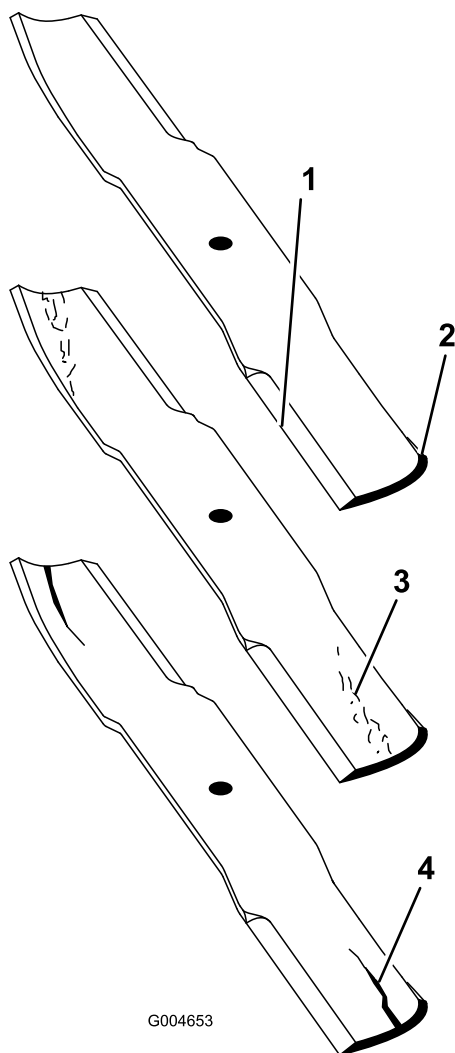

Figura 127
2. Verificate accuratamente i taglienti, con particolare attenzione ai punti d'incontro delle sezioni piatta e curva della lama (Figura 127).
Nota: Sabbia e materiali abrasivi possono consumare il metallo che connette le sezioni piatta e curva della lama, per cui si consiglia di controllare la lama prima di usare il tosaerba. Se notate dell'usura (Figura 127), sostituite la lama.